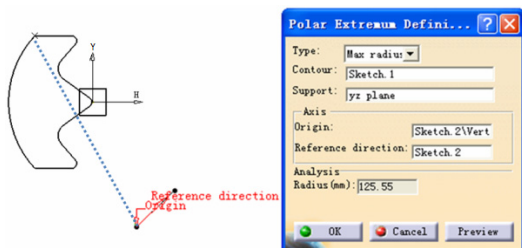

图 4-61
- Max radius: 选中该选项时，将在轮廓 (Contour) 上创建与极坐标原点距离最大的点，如图 4-61 所示。